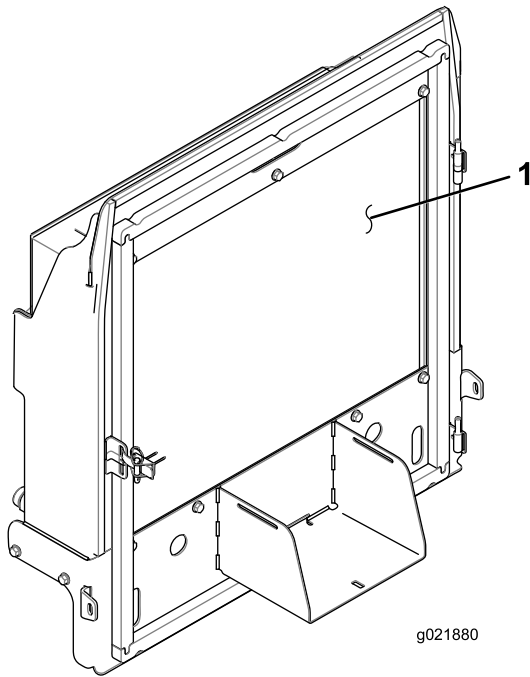

Figura 137
4. Limpe bem ambos os lados do radiador com ar comprimido (Figura 137).